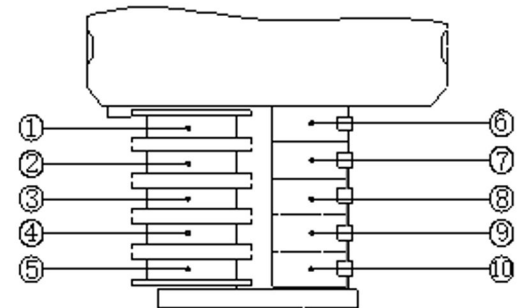

Fig. 11
7. Identificación de Levas y Límites de Paro. Ver (Fig. 11).